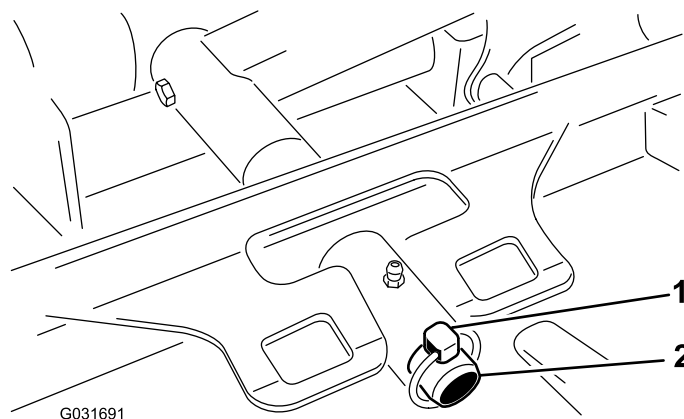

Figura 62
3. Retire o pino de sujeição que fixa a estrutura de suporte da plataforma ao pino da articulação do braço de elevação (Figura 62).
3. Deslize a estrutura de suporte da plataforma para o pino da articulação do braço de elevação e prenda-a com o pino de sujeição (Figura 62).